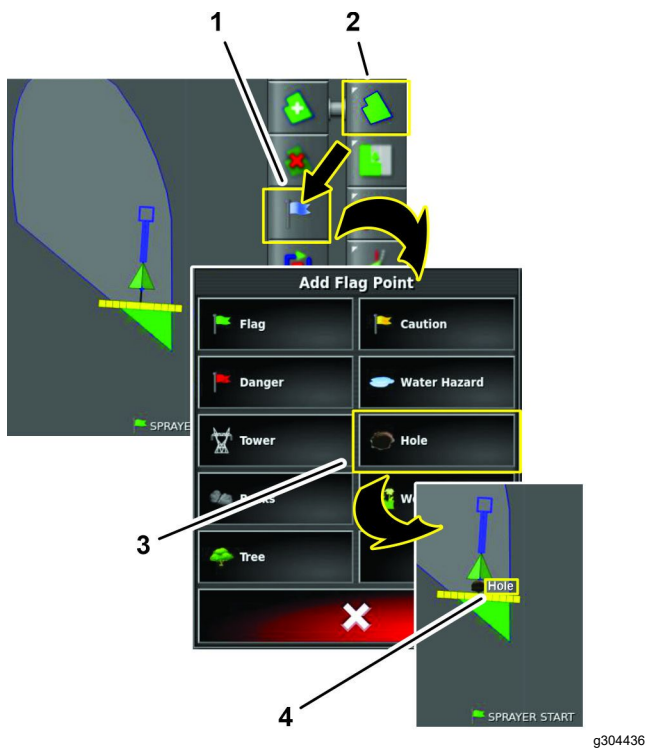

Рисунок 79
2. Нажмите на значок МЕНЮ ПОЛЯ, затем нажмите на значок УСТАНОВКИ ТОЧКИ С ФЛАЖКОМ (Рисунок 79).
3. В меню «Добавить точку с флагом» выберите значок точки с флагом (Рисунок 79).
Точка с флагом отображается на управляющей консоли позади машины (Рисунок 79).